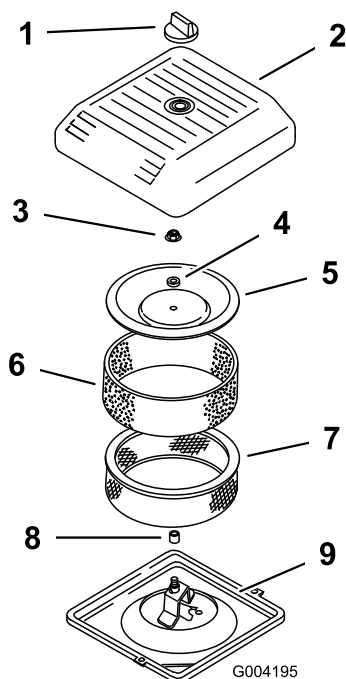

Figura 17
2. Desaperte o botão e retire a cobertura do filtro de ar (Figura 17).
3. Faça deslizar cuidadosamente o filtro prévio de esponja do elemento de papel (Figura 17).
4. Desaperte a porca da cobertura e retire a cobertura, o espaçador e o filtro de papel (Figura 17).
2. Coloque a estrutura do filtro do ar na base do filtro do ar (Figura 17).
3. Coloque a cobertura, o espaçador e aperte com a porca da cobertura (Figura 17). Aperte as porcas a 10,7 Nm.
4. Coloque a cobertura do filtro de ar e fixe-a com o botão (Figura 17).